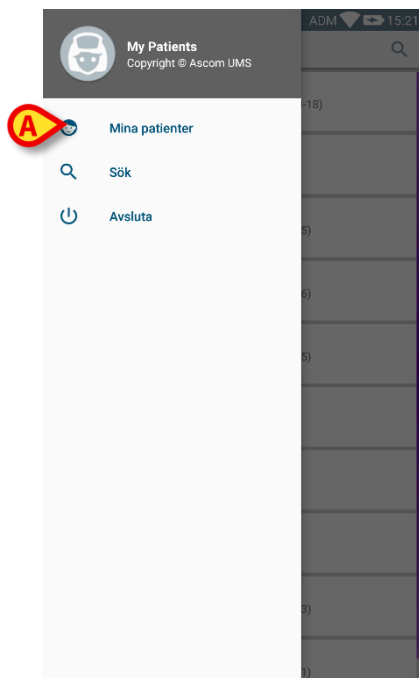

Fig. 33
Följande meny öppnas (Fig. 33).
- Tryck på **Mina patienter** (Fig. 33 A).